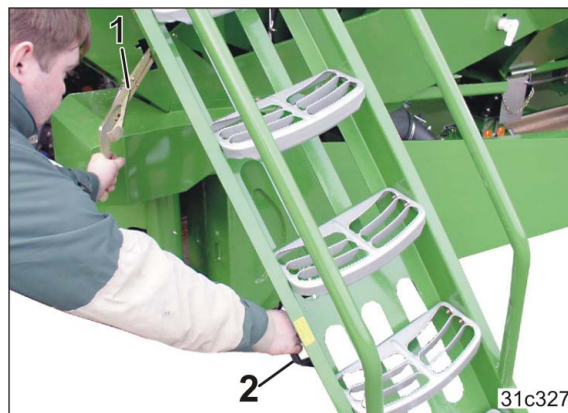

Рис. 174
- 6.3 С помощью ручки (Рис. 174/2) установите лестницу в рабочее положение. Проследите за тем, чтобы она зафиксировалась.